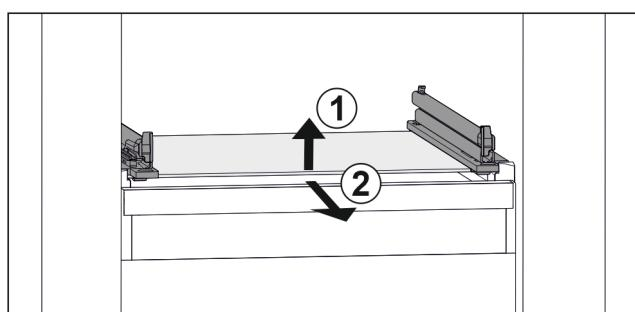

Fig. 116 Primjerni prikaz staklene ploče
- Staklenu ploču podignite sprijeda. Fig. 116 (1)
- Izvadite staklenu ploču prema naprijed. Fig. 116 (2)